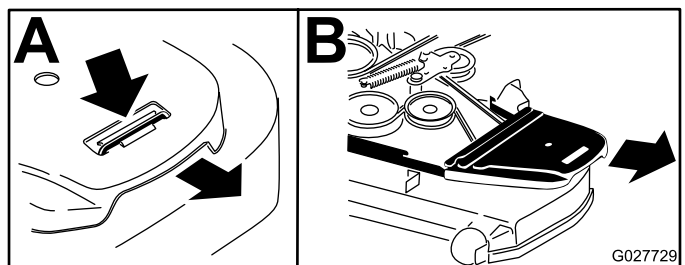

Figure 76
4. Déposez les protège-courroies (Figure 76).